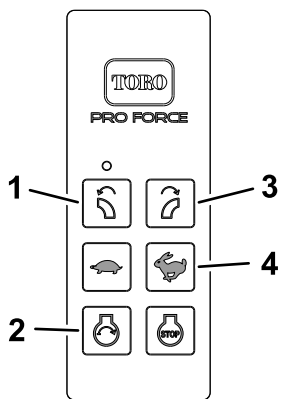

図 18
1. ハンドヘルドリモートの START ボタン **図 18** を押す。